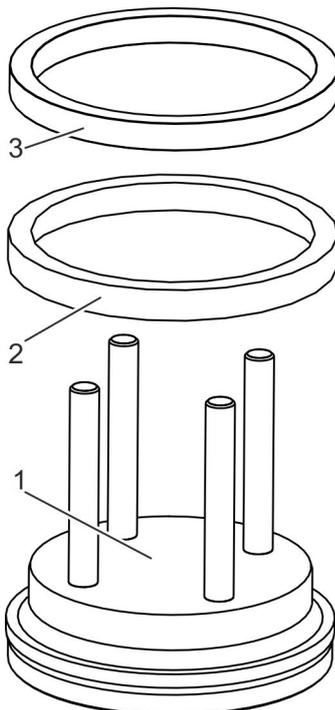

Abb. 11: Verschlussdeckel mit neuem Dichtring versehen
13. ➤ Stützring (Abb. 11/3) vom Verschlussdeckel (Abb. 11/1) entfernen.
14. ➤ Dichtring (Abb. 11/2) vom Verschlussdeckel entfernen.
17. ➤ Neuen Dichtring (Abb. 11/2) auf dem Verschlussdeckel (Abb. 11/1) auflegen.
18. ➤ Falls erforderlich, neuen Stützring (Abb. 11/2) auf dem Dichtring (Abb. 11/1) auflegen.